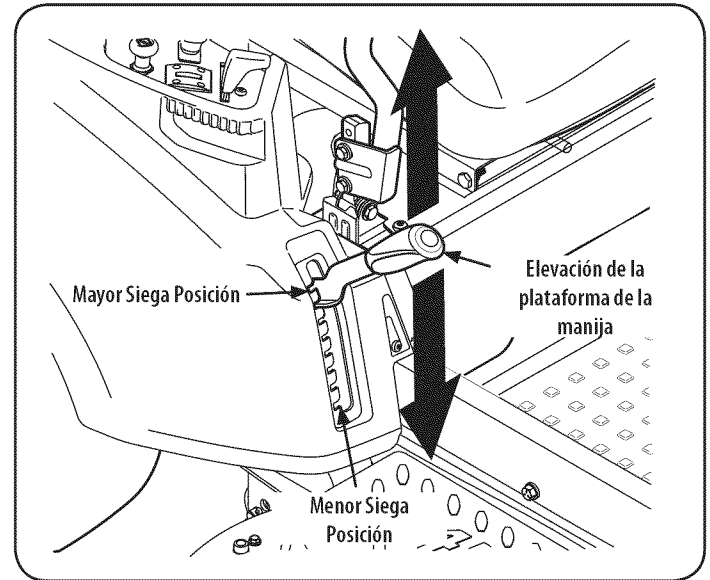

Figura 28
1. Si no está ya suelta, afloje el tornillo hexagonal y girar la palanca de control hacia adelante o hacia atrás a la posición deseada. Ver Figura 28..
- a. Usando la manija de elevación de la plataforma, levante la plataforma a la posición que le ofrece mayor recorrido horizontal de la correa entre las poleas locas de la plataforma y la polea toma de fuerza en la parte inferior del motor. Ver Figura 28.
5. Baje la plataforma hasta la posición más baja usando la manija de elevación de la cubierta. Ver Figura 28.
1. Coloque la manija de elevación de la plataforma en la posición más alta corte. Ver Figura 28 .